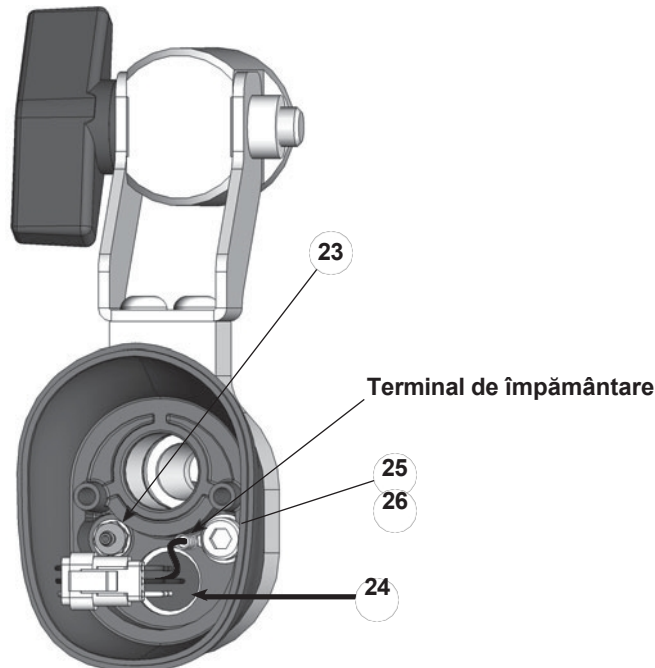

Figura 17 Pistol Demontare - Înlocuirea receptorului de cablu și a fittingului cu barbă
5. Introduceți o șurubelniță mică cu lamă plată în fanta de pe conectorii hamului și separați cablajul receptorului (24) de cablajul sursei de alimentare.
6. A se vedea figura 17. Deconectați tubulatura transparentă de spălare a aerului de la racordul cu barburi (23) din interiorul corpului din spate.
- a. A se vedea figura 17. Folosiți o cheie hexagonală de 4 mm pentru a îndepărta șurubul cu cap hexagonal (25) și șaiba (26) pentru a deconecta borna de masă.
- g. A se vedea figura 17. Conectați borna de masă la capacul terminal cu șurubul cu cap hexagonal și șaiba (25, 26).
16. A se vedea figura 17. Conectați tubulatura de spălare a aerului la racordul cu spini, iar cablul de alimentare cablajul de alimentare la cablajul receptorului de cablu.